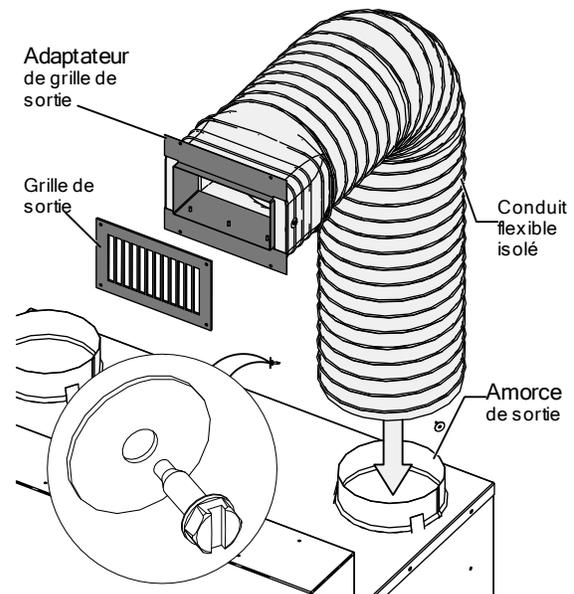

FIGURE 14 SORTIES D'AIR CHAUD DU SRC
1. Installez la partie ronde du conduit flexible isolé sur l'amorce de sortie du SRC sur le foyer (voir Figure 14). Le conduit flexible isolé doit complètement couvrir la partie de l'amorce de sortie qui dépasse au-dessus du foyer. Utilisez trois des vis autotaraudeuses 1/2" avec trois rondelles plates fournies pour visser à travers le conduit flexible isolé afin de le fixer à l'amorce de sortie du SRC.